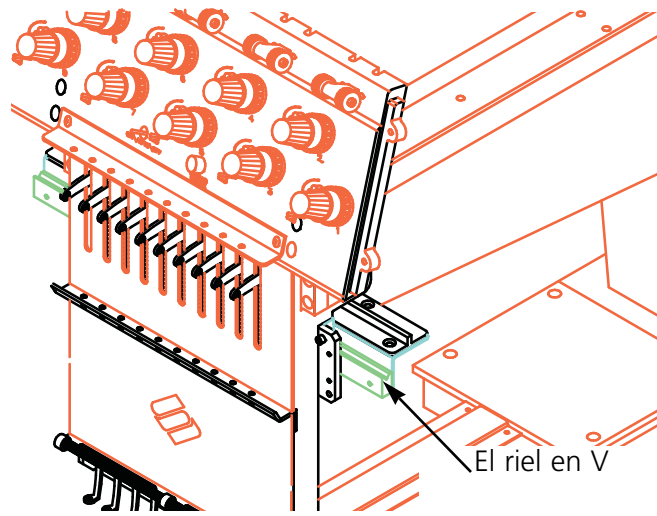

Figura 4-7
2. Aplique una gota de aceite para máquinas de coser en el surco ilustrado en la figura 4-7.